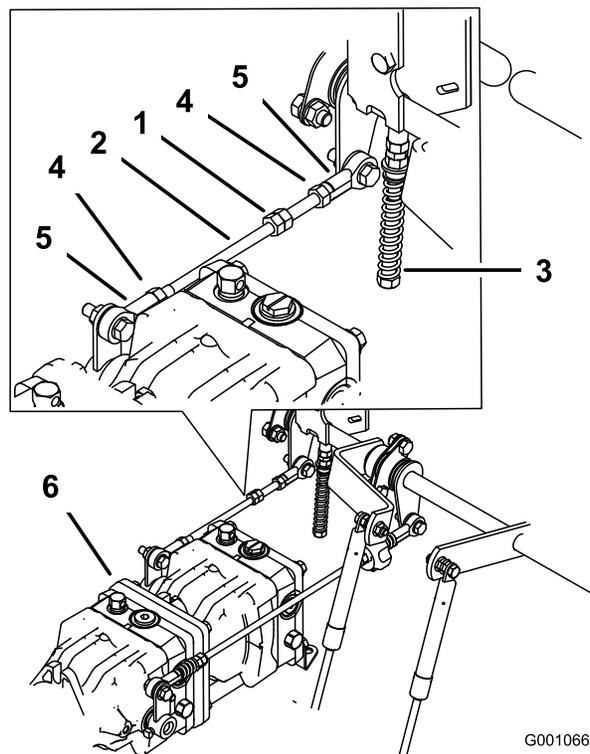

Figura 76
1. Afloje las contratuercas de la articulación esférica de la varilla de control de la bomba (Figura 76).
3. Ajuste la longitud de la varilla de la bomba girando las tuerca dobles de la varilla, en el sentido apropiado, hasta que la rueda quede estacionaria o se mueva muy lentamente en marcha atrás (Figura 76).
6. Apriete las contratuercas de las articulaciones esféricas (Figura 76).